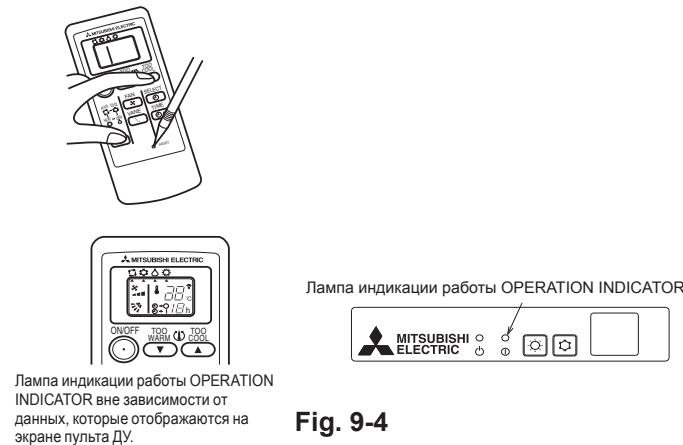

Fig. 9-4
9.3.2. Для беспроводного пульта дистанционного управления [Только для модели SLZ-KA-VAL(2)] (Fig. 9-4)
- ① Включите питание.
- ② Удерживая нажатыми кнопки MODE SELECT (ВЫБОР РЕЖИМА) и TOO COOL (СЛИШКОМ ХОЛОДНО) на пульте дистанционного управления, нажмите кнопку RESET (СБРОС).
- ③ Отпустите кнопку RESET (СБРОС).
- ④ Отпустите две другие кнопки. Через три секунды на ЖК-экране отображаются все элементы.
- ⑤ Передайте сигнал с пульта ДУ, нажав кнопку OPERATE/STOP (ON/OFF) (РАБОТА/СТОП (ВКЛ./ВЫКЛ.)) на пульте ДУ.